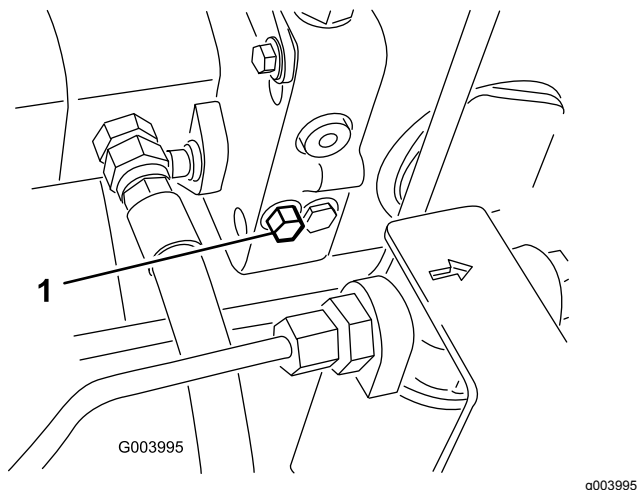

Figura 57
1. La valvola di bypass è situata sul lato sinistro dell'idrostatato (Figura 57). Ruotate il bullone di 1-1/2 di giro per aprire e consentire il bypass interno dell'olio. Dal momento che il fluido viene bypassato, potete spostare lentamente la macchina senza danneggiare la trasmissione.